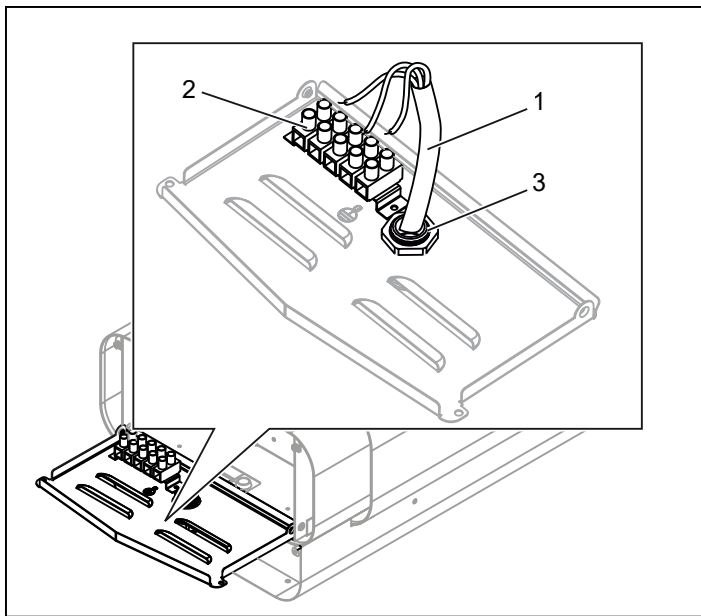
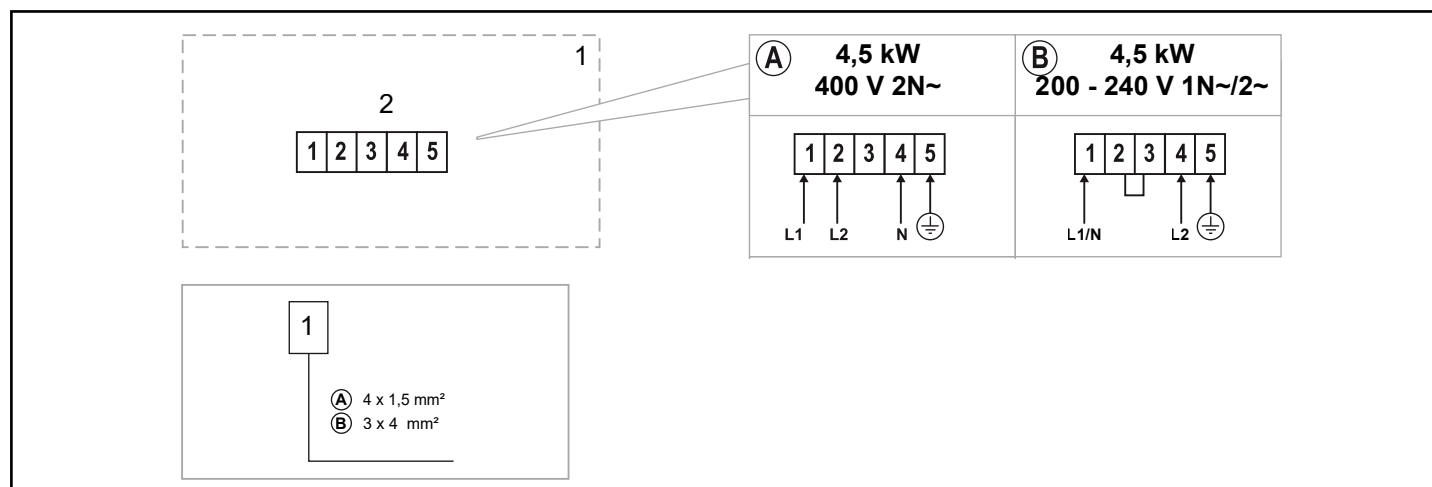

Рис. 6: Подключение
Рис. 19: Схема соединений
3. Подсоедините устройства для релаксации напряжения (3) и подключите электрический кабель (1) к клемме (2) (см. рис. 6) согласно схеме соединений (см. раздел «Подключение/Схема соединений», рис. 19).